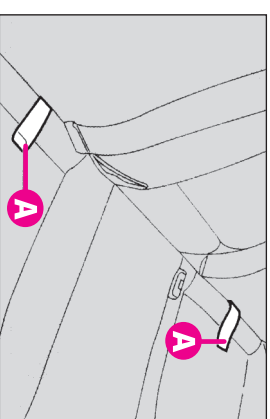

fig. 41
- Rabatați perna dorită trăgând de mânerul din mijlocul acesteia (A-fig. 41), apoi împingând-o;